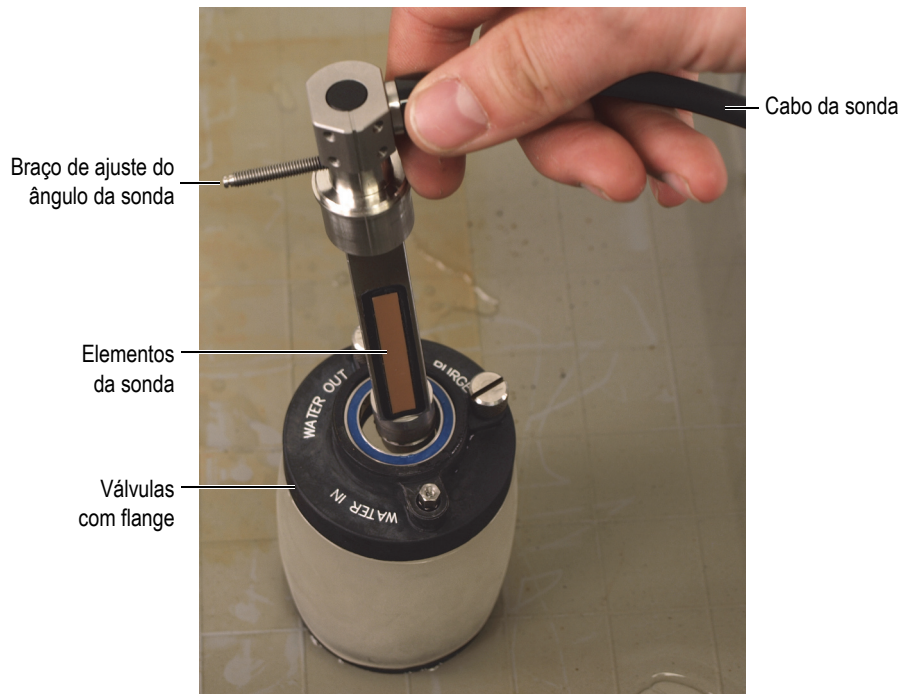

Figura 6-9 Instalação da sonda-eixo dentro da roda acústica
1. Insira o eixo contendo a sonda dentro da roda acústica através do flange com válvulas de controle de líquido (Figura 6-9 na página 89). Enrosque cuidadosamente a extremidade do eixo no flange do lado oposto da roda acústica e insira-a no orifício.